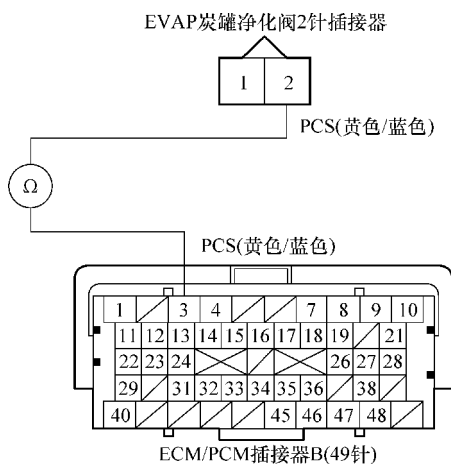

图 20-4 测量净化阀控制线路是否导通
- 21) 检查 ECM/PCM 插接器端子 B3 和 EVAP 炭罐净化阀 2 针插接器 2 号端子之间是否导通, 如图 20-4 所示。